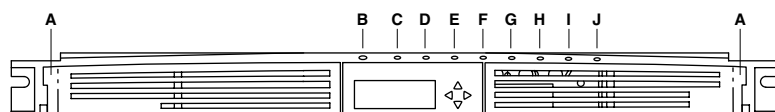

Abbildung 1
1. Greifen Sie die Zuglasche an der rechten Seite der eingehängten Frontblendentür (siehe Abbildung 1).